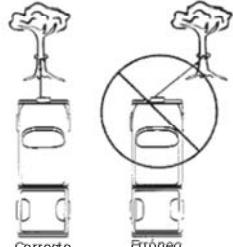

Figura 6
- EVITE REALIZAR TIROS CONTINUOS DESDE ÁNGULOS EXTREMOS ya que esto hará que el cable metálico se enrolle más en un extremo del tambor (figura 6). Esto puede atascar el cable metálico en el cabrestante y provocar daños en el cable mismo o en el cabrestante.